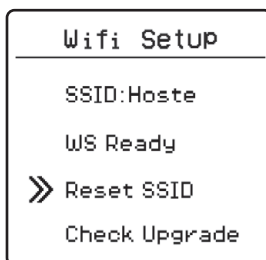
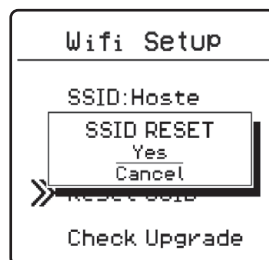

Fig. 17
Fig. 18
- Använd piltangenterna för att välja menypunkten **Reset SSID**, välj **YES** med piltangenterna och bekräfta ditt val genom att trycka kort på Enter-knappen (fig. 17 och fig. 18).